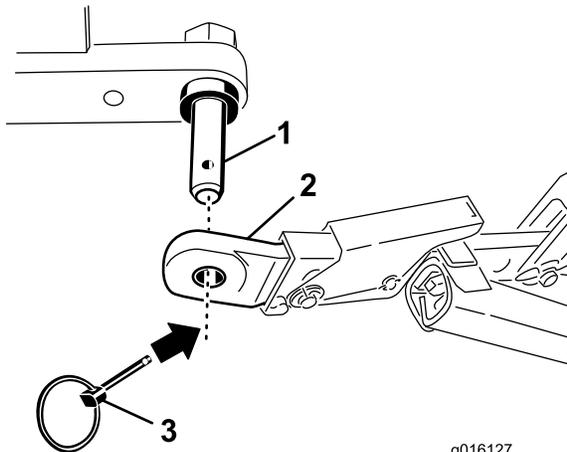

Bild 3
- Befestigen Sie die Unterlenkerarme mit Klappsteckern an den Befestigungsstiften des Aerifizierers (Bild 3).